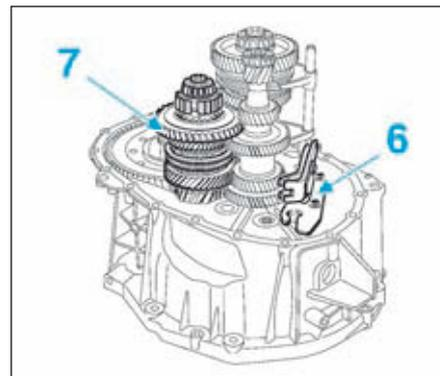

FIG.17
- Déposer (Fig.17) :
- les vis (6) de l'inverseur de commande.
- l'arbre secondaire court (7).